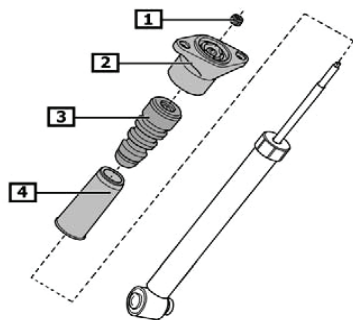

Fig. 10:
- Fig. 10 Anbauteile (2, 3, 4) abnehmen.
- Fig. 10 Remove add-on parts (2, 3, 4).
- Fig. 10 Enlever les composants (2, 3, 4).
- Fig. 10 Retirar las piezas adicionales (2, 3, 4).
- Fig. 10** Dämpfer mit den Anbauteilen (2 - 4) bestücken.
- Mitgelieferte Kolbenstangenmutter (1) mit Spezialwerkzeug festschrauben (25 Nm).
- Fig. 10** Assemble damper with add-on parts (2-4).
- Use a special tool to tighten the supplied piston rod nut (1) (25 Nm).
- Fig. 10** Monter les composants (2 – 4) sur l'amortisseur.
- Visser solidement l'écrou de la tige de piston (1) joint à la commande avec un outil spécial (25 Nm).
- Fig. 10** Equipar el amortiguador con las piezas adicionales (2 - 4).
- Apretar la tuerca del eje del amortiguador (1) suministrada con una herramienta especial (25 Nm).